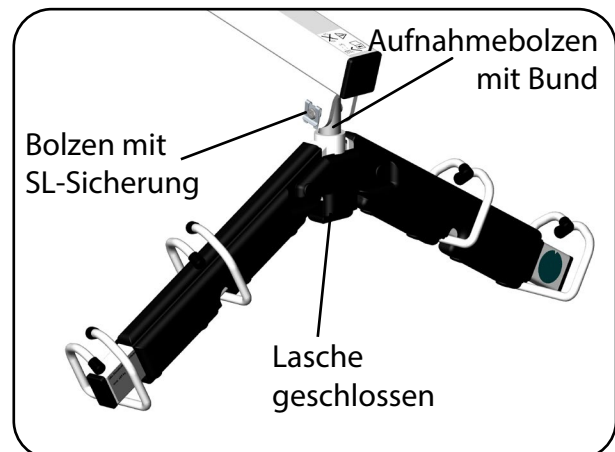

Abb. 6.2.08 - Transportbügel montiert
13. Befestigen Sie den Transportbügel mit dem eingesteckten Aufnahmebolzen mit Bund am Hebearm, indem Sie den Bolzen durch die Bohrungen am Hebearmende stecken. Sichern Sie den Bolzen mit der SL-Sicherung und schließen die Bügelpolsterung (Lasche) (Abb. 6.2.08).